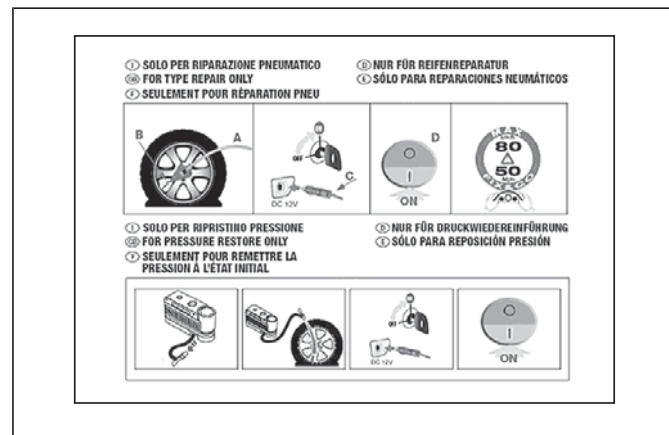

fig. 119
- pieghevole informativo (vedere fig. 119), utilizzato per un pronto uso corretto del kit di riparazione rapida degli pneumatici e successivamente consegnato al personale che dovrà maneggiare lo pneumatico trattato;